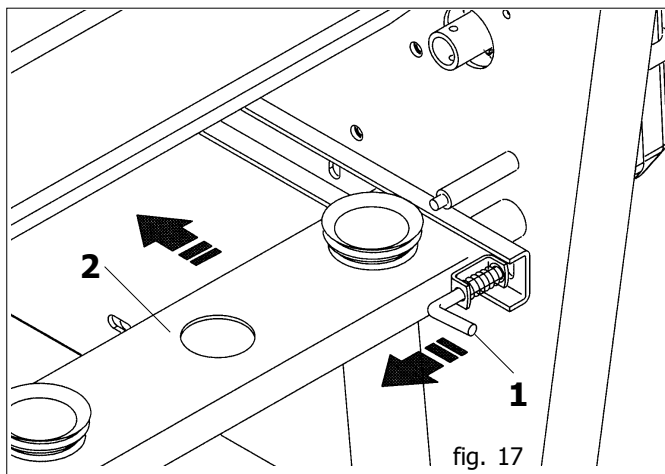

fig. 17
- Tirare il chiavistello (1 Fig. 17) e spingere la bussoliera (2) verso l'interno del serbatoio fino al fine corsa.